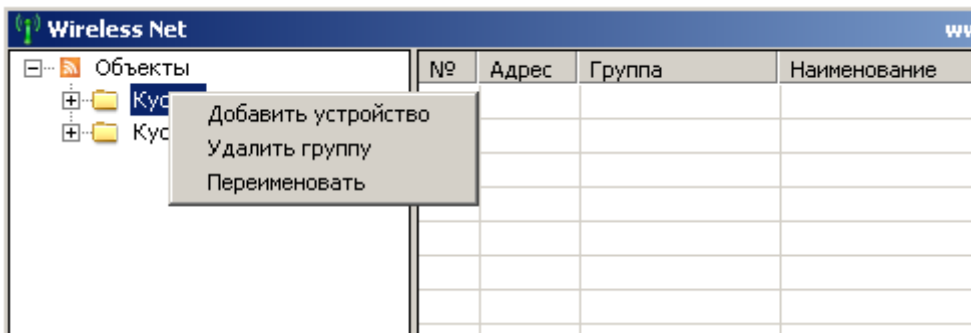
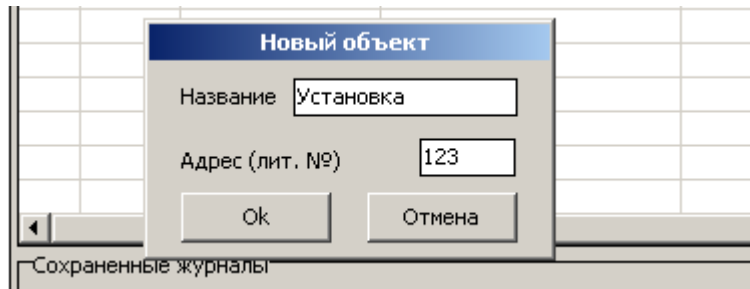

Рисунок 7 – добавление устройства
Рисунок 8 – ввод данных электроустановки
5.7.2.3 Щелчком правой кнопки мышки по выбранной группе вызвать контекстное меню и выбрать пункт «добавить устройство» (рис. 7). Ввести литерный номер (номер прибора защиты может быть прочитан с помощью адаптера USB) и наименование электроустановки и нажать кнопку «ОК» (рис. 8). Аналогично добавить необходимое количество устройств по группам.